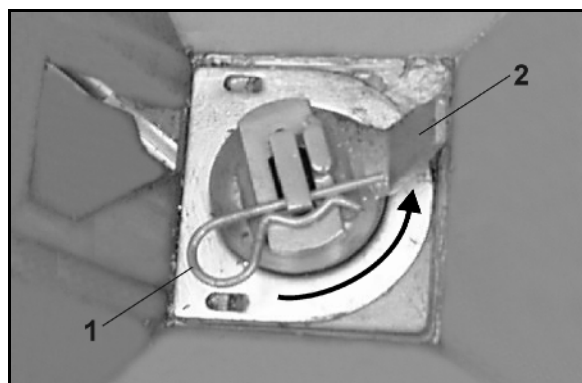

Fig. 89
3. Splinten (Fig. 89/3) må alltid monteres **mot** dreieretningen (Fig. 89/4). (På bildet vises høyre side av maskinen sett i kjøreretning).